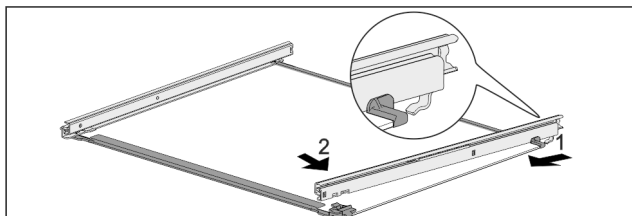

Fig. 105 Glassplate med skinner
- ▶ Hekt inn skinne bak. Fig. 105 (1)
- ▶ Hekt inn skinne foran. Fig. 105 (2)